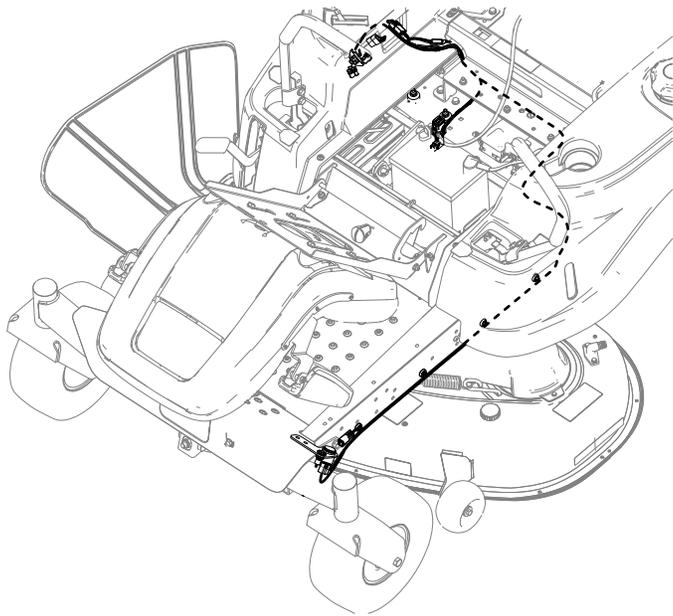

Figure 13
1. Faites passer le faisceau de câblage sous la traverse, sous le réservoir de carburant et le long du longeron de cadre gauche jusqu'au support (Figure 13). Utilisez les aimants pour fixer le faisceau de câblage à la machine, à l'écart des pièces mobiles.